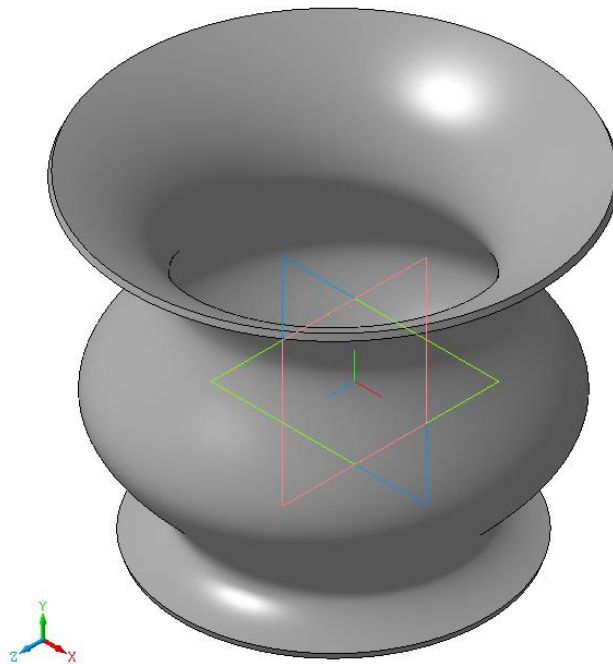

Рис. 3.19. Результат операции **Вращение**: эскиз кривая Безье.
5.12. Нажмите кнопку **Создать объект** на панели **Специального управления**. Тело вращения с образующей в виде кривой Безье построено (рис. 3.19). Не правда ли, хорошая заготовка кувшина или вазы!